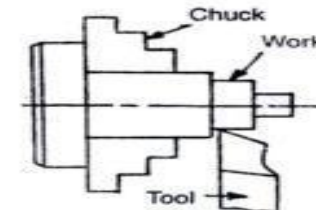

Fig. 4.10. Step turning.
3. Step turning. Refer Fig. 4.10.